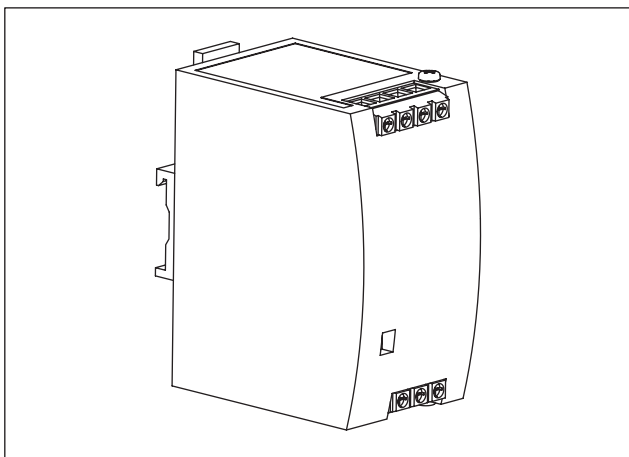

Abb. 39 Neues Netzteil
14. Suchen Sie im Schaltgerät in der Nähe des Brückengleichrichters (Abb. 38/2) auf einer vorhandenen Hutschiene einen entsprechend großen Platz für das neue Netzteil (Abb. 39). Falls Sie auf den vorhandenen Hutschienen keinen entsprechend großen Platz für das neue Netzteil finden, müssen Sie folgende Arbeitsschritte zusätzlich durchführen:
15. Befestigen Sie das neue Netzteil (Abb. 39) auf der ausgewählten Hutschiene.
Markieren Sie für das spätere Anschließen des neuen Netzteils (Abb. 39) die Klemmleiste + und - im Schaltgerät. An der Klemmleiste + und - sind zurzeit die beiden vorhandenen blauen Einzeladern (Abb. 38/1) des vorhandenen Brückengleichrichters (Abb. 38/2) angeschlossen.